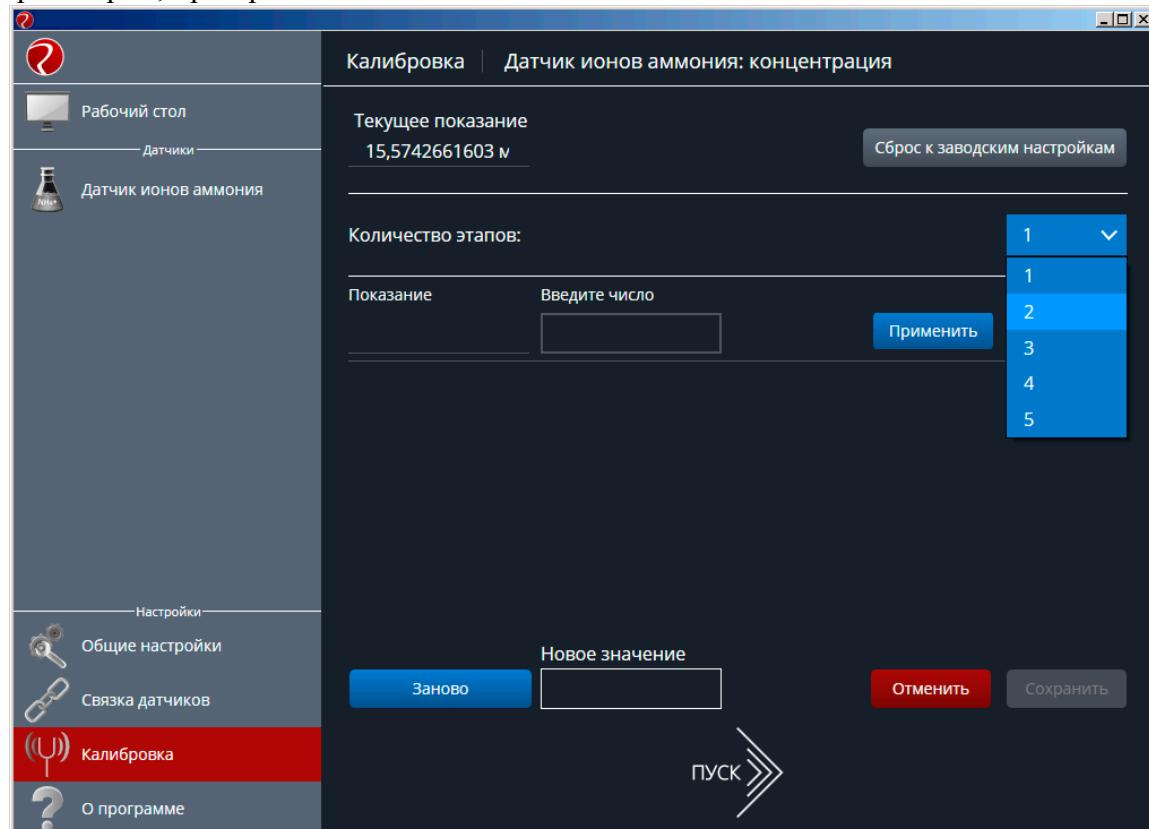

Рисунок 4 – Выбор количества этапов калибровки
- 8) Если пароль введен верно, на экране появится окно калибровки датчика (рис. 4). С помощью выпадающего списка в меню «Количество этапов» необходимо выбрать число калибровочных растворов, на основании которых будет производится калибровка параметров датчика ионов аммония (от 2 до 5). При проведении спланированного эксперимента рекомендуется проводить калибровку датчика по 2 – 3 калибровочным растворам, при проведении химического анализа – по 5.